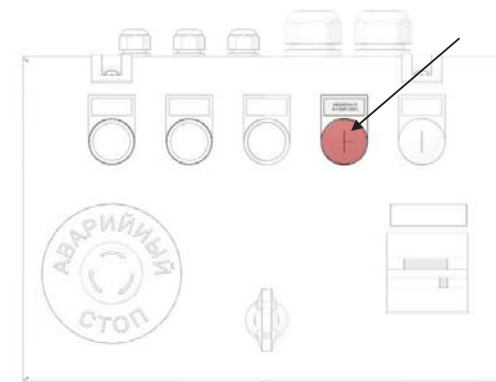

Рисунок 21
- если при включении в сеть на панели загорается красная контрольная лампа «НЕВЕРНАЯ ФАЗИРОВКА» (рисунок 21), это означает неправильное чередование фаз, которое приведёт к неправильному направлению вращения коленчатого вала компрессорного блока и выходу его из строя.
- перевести тумблер выключателя QF2 (рисунок 21а) на щите управления компрессором в положение ВКЛ;
Рисунок 21а Панель управления (крышка открыта)